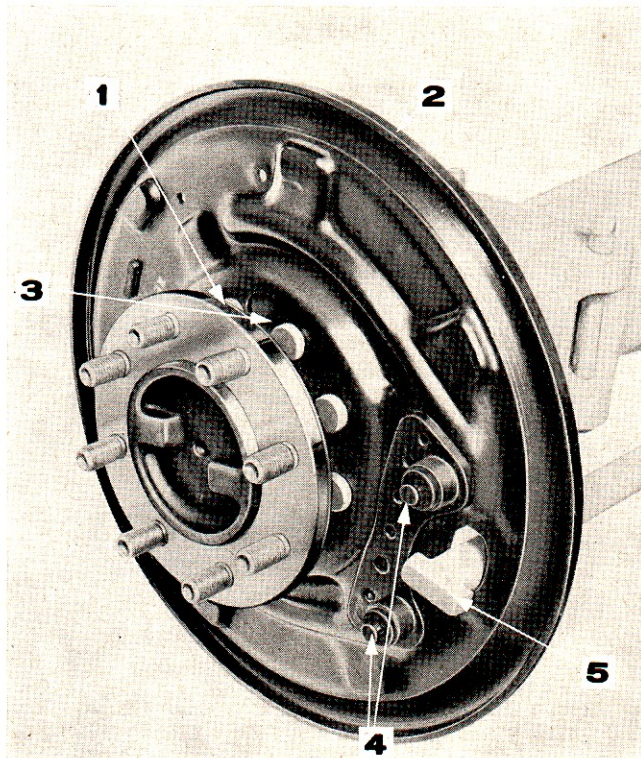

Figure 34: Plateau de frein
4. S'il y a lieu d'extraire un des goujons de roue, l'opération sera facilitée par les trous d'extraction percés dans le plateau de frein (Figure 34). Une fois le goujon remplacé, monter un bouchon de caoutchouc neuf dans le trou d'extraction.